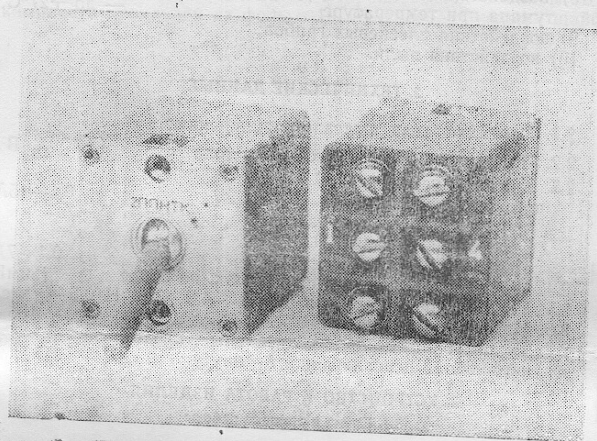

Рис. 1. Внешний вид переключателя 2ППНТ.
1.1. Переключатели двухполюсные перекидные с нейтралью типа 2ППНТ (рис. 1) и 2ППНТК предназначены для коммутации электрических цепей постоянного тока в различных климатических условиях.